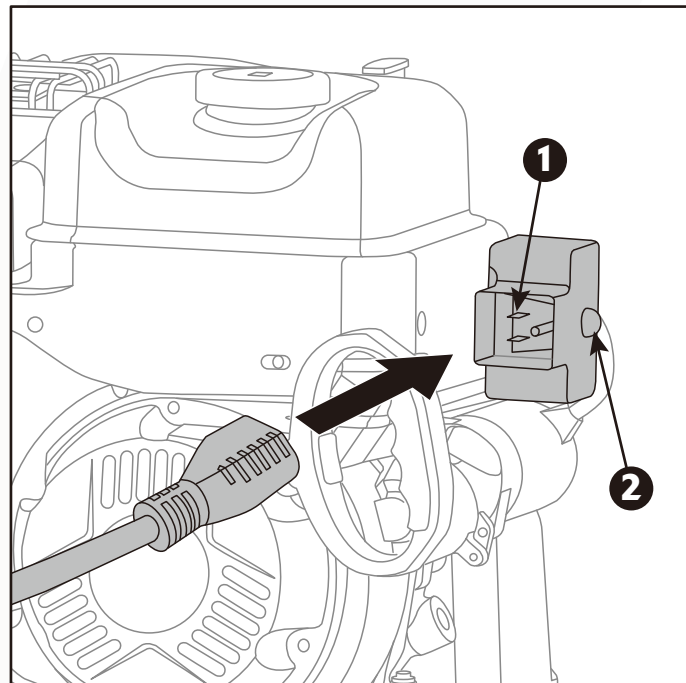

Figura 11C
- Conecte el cable de extensión al receptáculo del cable de alimentación (120V~60Hz) y luego a un enchufe de pared. (Figura 11C)
- Presione el botón de arranque eléctrico. (Figura 11C)